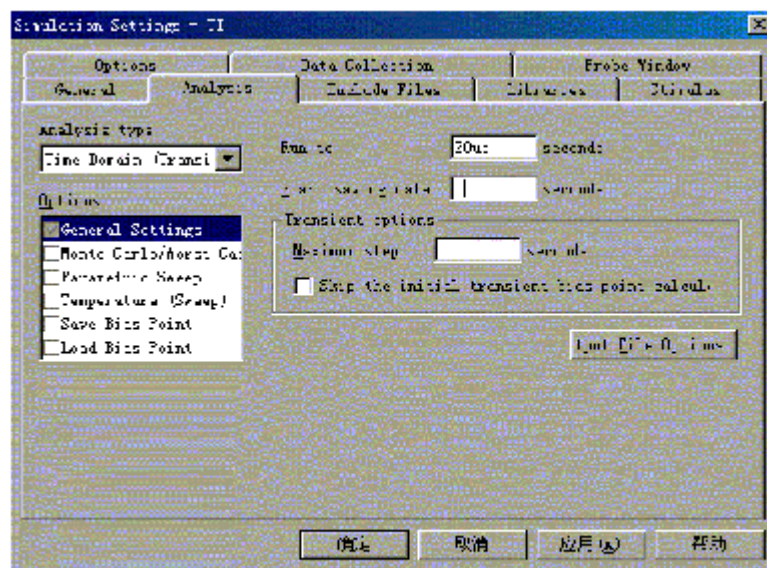

图 10-51 瞬态分析参数设置
(2) 创建新仿真文件，名称为TT，注意瞬态分析参数设置方法如图10-51所示。